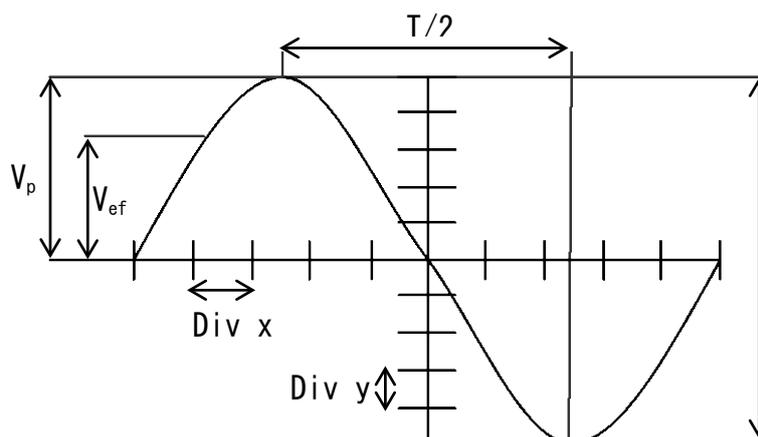

Fig. 2 Señal de CA en el Osciloscopio
Como primer paso vamos a medir el periodo/frecuencia y el voltaje de *pico a pico*, V_{pp} , de la tensión del generador (Fig. 2).
señal en pantalla. Suele ser recomendable centrar la señal a medir en el eje horizontal, para lo que pulsamos el botón <POSITION> del canal que tiene la señal a centrar (<CH1> ó <CH2>). También es recomendable escoger la escala más adecuada a cada medida, ampliando o reduciendo la señal con las ruedas giratorias <SCALE>. Las escalas seleccionadas en cada momento aparecen reflejadas en la pantalla del osciloscopio. Una vez ajustadas las escalas, obtendremos sobre la pantalla dibujada la senoide que corresponde a la tensión dada por el generador (Fig. 2). Si la señal se moviera, se puede fijar con el botón <RUN/STOP>.
Antes de comenzar a tomar medidas hay que asegurarse de que las rejillas de medida están activas para que aparezcan en la pantalla. Si no apareciesen, se tendrían que activar pulsando el botón <display> del cuadro “Menu” (1) del panel. Una vez activada la rejilla podemos medir directamente en la pantalla tanto los V_{pp} como el T, **conociendo la escala de la base de tiempo (horizontal) y de voltaje (vertical)** (Fig. 2). Las medidas directas se obtienen multiplicando el número de divisiones por el factor de escala correspondiente en cada eje. Recuerde que la división menor del osciloscopio es 0,2 divisiones tanto para las medidas horizontales como verticales.